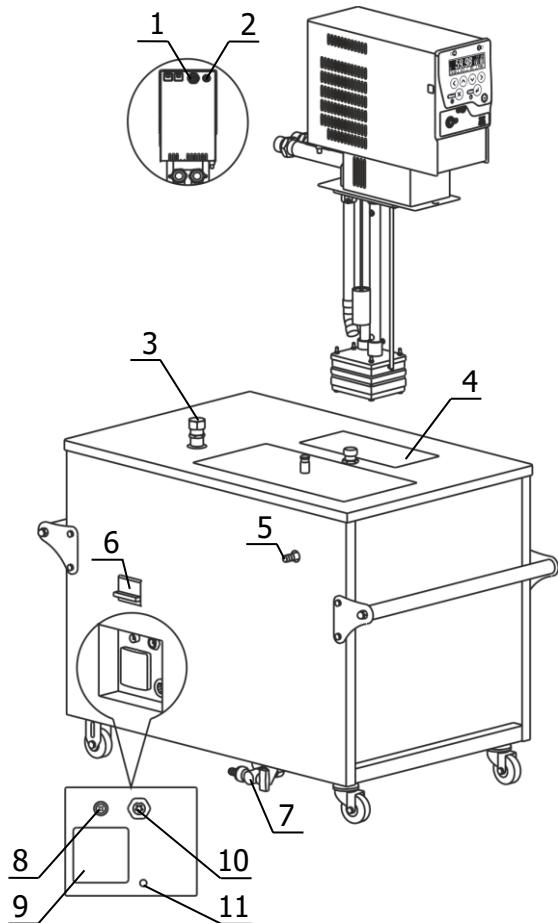

Рисунок 2 — Установка блока регулирования
Для обеспечения свободного доступа к автоматическому выключателю 6 (рисунок 2), расстояние от левой панели ванны термостата до другого оборудования или стен помещения должно быть не менее 1 м.
**2.2.9** Заземлить термостат с помощью винта 11 (рисунок 2).
2.2.10 Вставить вилку сетевого кабеля блока регулирования в розетку 9 (рисунок 2). Соединить кабелем контактора из комплекта поставки разъем управления контактором 10 с разъемом 1 на блоке регулирования, совместив ключи на разъемах.
2.4.2 Надеть сливной шланг из комплекта поставки на сливной кран 7 (рисунок 2) и закрепить его хомутом. Свободный конец шланга опустить в емкость для сбора теплоносителя объемом, превышающим объем термостата.